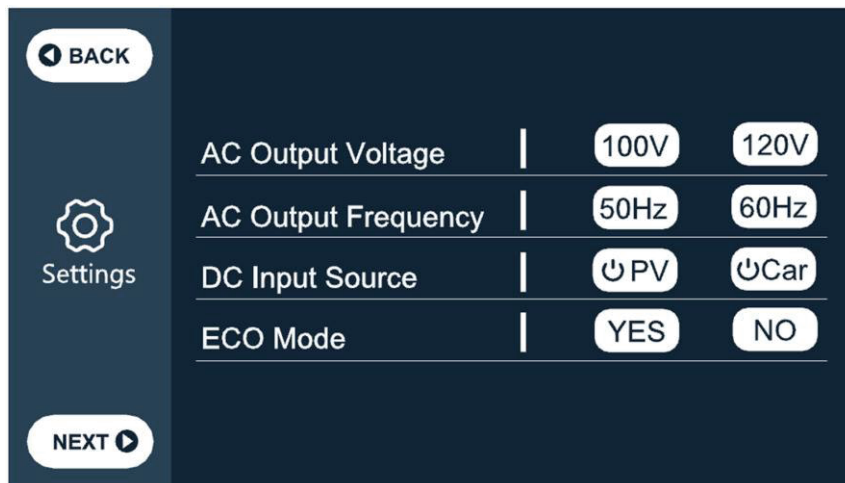

Abbildung 2
- Klicken Sie auf der Hauptseite des Displays auf die Schaltfläche „Einstellungen“, wie in Abbildung 2 gezeigt, und stellen Sie die DC-Eingangsquelle auf den Modus „Auto“ ein. Das Produkt kann mit einem maximalen Strom von 8,2 A geladen werden.